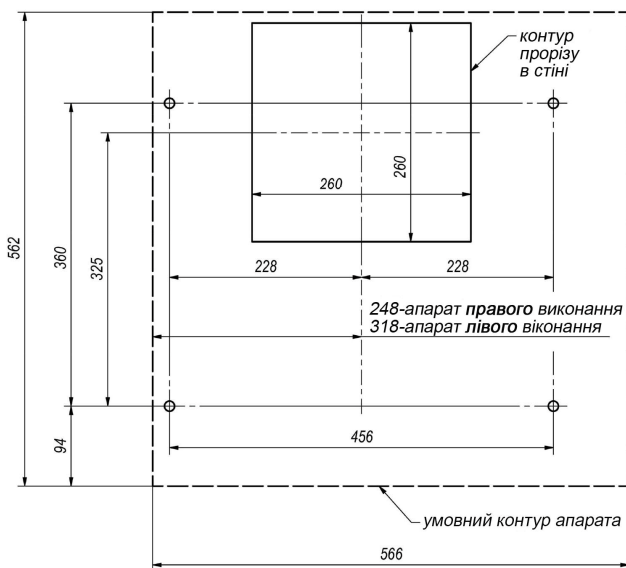

Рис.5 – розмітка отворів і прорізу
6.4 При установці апарата необхідно, щоб відстань між його задньою стінкою і негорючою стіною приміщення, в якому він встановлюється, було не менше 60 мм. (рис.5). Якщо апарат встановлюється у важкогорючої стіни, її поверхня повинна бути ізольована сталевим листом по листу азбесту товщиною 3 мм. і виступати на 10см. за габарити корпусу. Перед апаратом повинен бути прохід 1 м. Відстань від стіни до газової апаратури повинна бути не менше 60 см. Не допускається розміщення ближче 1 м. від апарата горючих предметів (меблі, штори, занавіски, килими тощо). У приміщенні з дерев'яними підлогами, підлога під апаратом повинна бути ізольована сталевим листом по листу азбесту товщиною 3 мм.
6.6 При установці апарата виконайте (з урахуванням виконання апарата) на стіні розмітку отворів під анкери та проріз для труби відповідно з рис. 5.